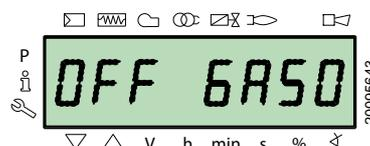

Abb. 45
- Heizölbetrieb "OFF GASO" (Abb. 45)